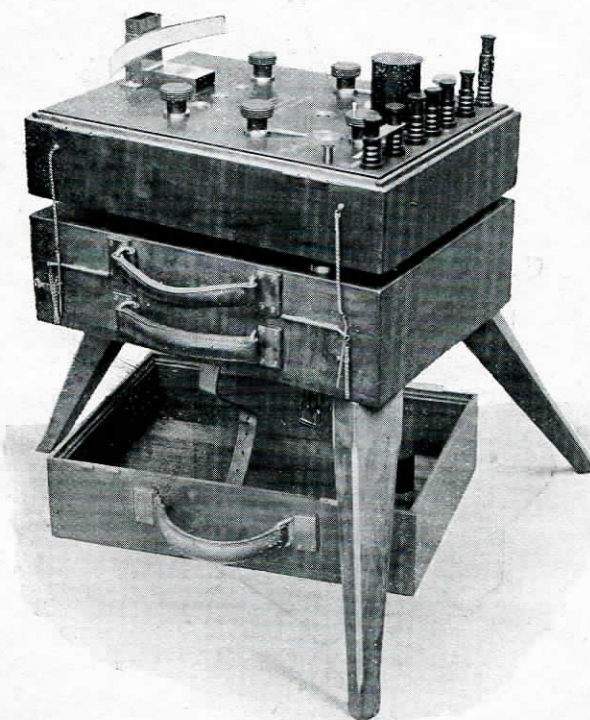

FIG. 43
**Appareil Universel Geoffroy Delore** pour l'essai des câbles sur le terrain permettant la mesure des isollements jusque 30.000 mégohms, la mesure de capacité, la localisation des défauts, la mesure des tensions, des intensités, des résistances, etc., en 3 boîtes (*figure 43*): boîte galvanomètre, boîte accessoires et boîte pour 63 piles (non comprises).....